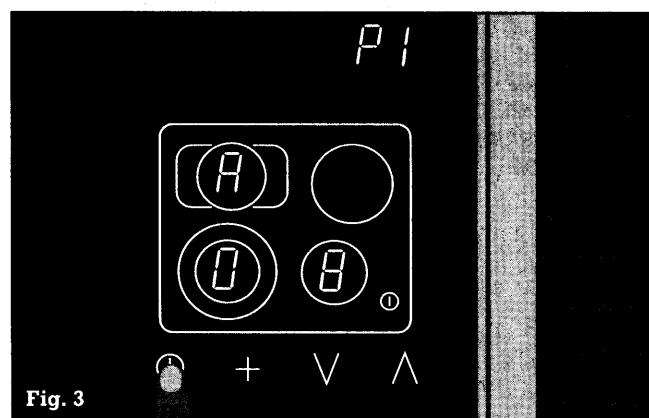

Fig. 3
- Berør symbolet Timer ⊖ for at gemme værdien. Der høres et akustisk signal, og P 1 lyser vedvarende (fig. 3).